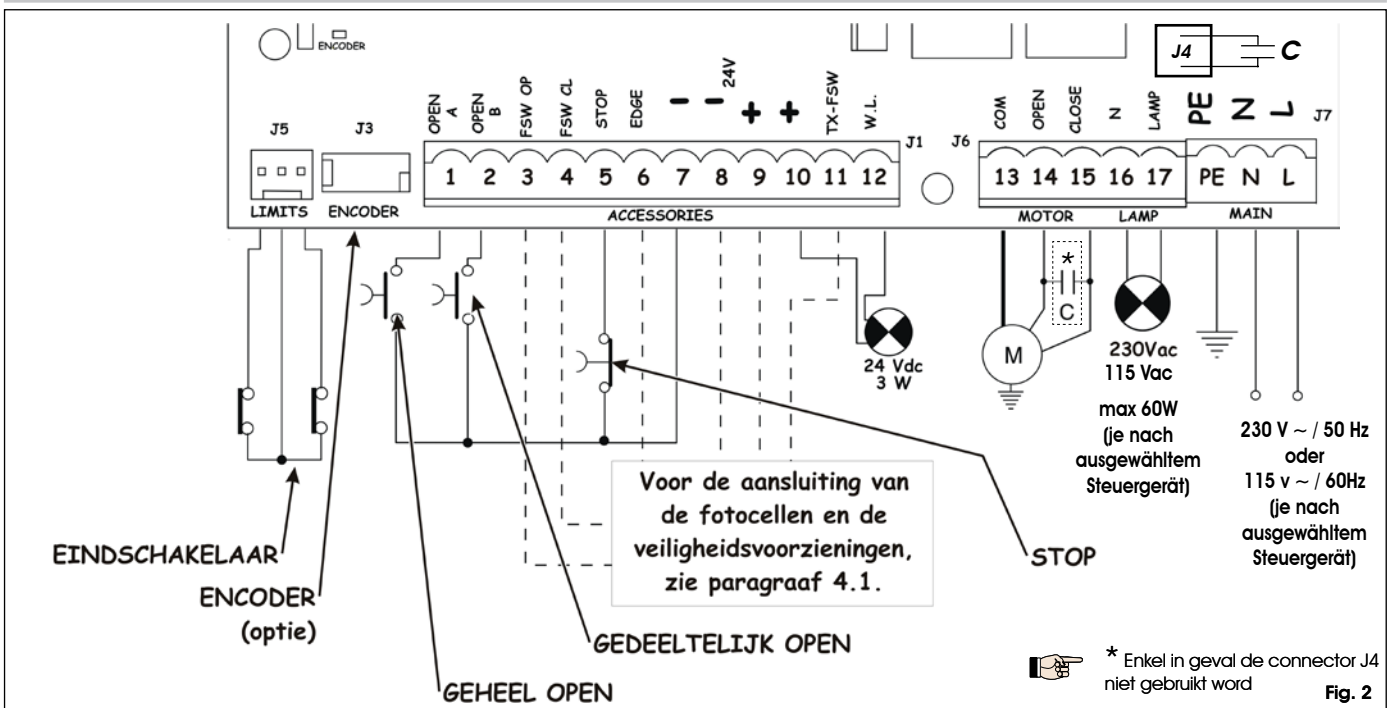

Fig. 2
4.2. Klemmenbord J7 - Voeding (fig. 2)	pag.54
4.3. Klemmenbord J6 - Motoren en waarschuwinglamp (fig. 2)	pag.54
4.4. Klemmenbord J1 - Accessoires (fig. 2)	pag.54
4.6. Connettore J6 - Innesto rapido Finecorsa (fig. 2)	pag.55
4.7. Connector J3- Snelkoppeling Encoder (fig. 2)	pag.55
Sluit de aardkabel aan op de daarvoor bestemde klem op de connector J7 van de apparatuur (zie fig. 2).
4.2. Klemmenbord J7 - Voeding (fig. 2)
4.3. Klemmenbord J6 - Motoren en waarschuwingslamp (fig. 2)
4.4. Klemmenbord J1 - Accessoires (fig. 2)
4.6. Connettore J6 - Innesso rapido Finecorsa (fig. 2)
Connector J6 - Snelkoppeling eindschakelaar (fig. 2)
Deze ingang is geschikt voor snelle aansluiting van de eindschakelaars bij opening en sluiting, die de vleugel kunnen laten stoppen of de verlangzaming of de remming kunnen laten beginnen (zie geavanceerde programmering, par. 5.2). Bij motorvertragingen waarin de besturingseenheid ingebouwd is, is deze verbinding al standaard voorbekabeld (fig. 2). Voor de richting waarin de vleugel geopend wordt, zie de geavanceerde programmering par. 5.2.
4.7. Connector J3- Snelkoppeling Encoder (fig. 2)